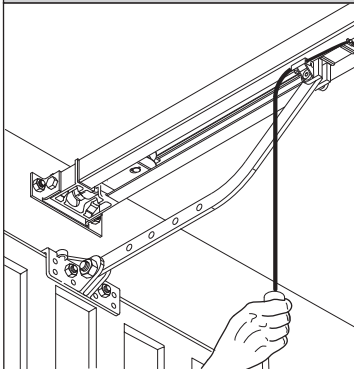

Рис. 22
В случае сбоя питания или неисправности в системе, открытие ворот выполняется вручную, потянув за шнурок соединенный с кареткой (Рис. 21). Для гаражей, которые не имеют второго выхода, обязательно применяйте устройство внешней разблокировки моделей SM1 (Рис. 22) или SET/S (Рис. 23).
- SM1 Внешний разблокиратор защелки установленной на подъемно-поворотных воротах (Рис.22).